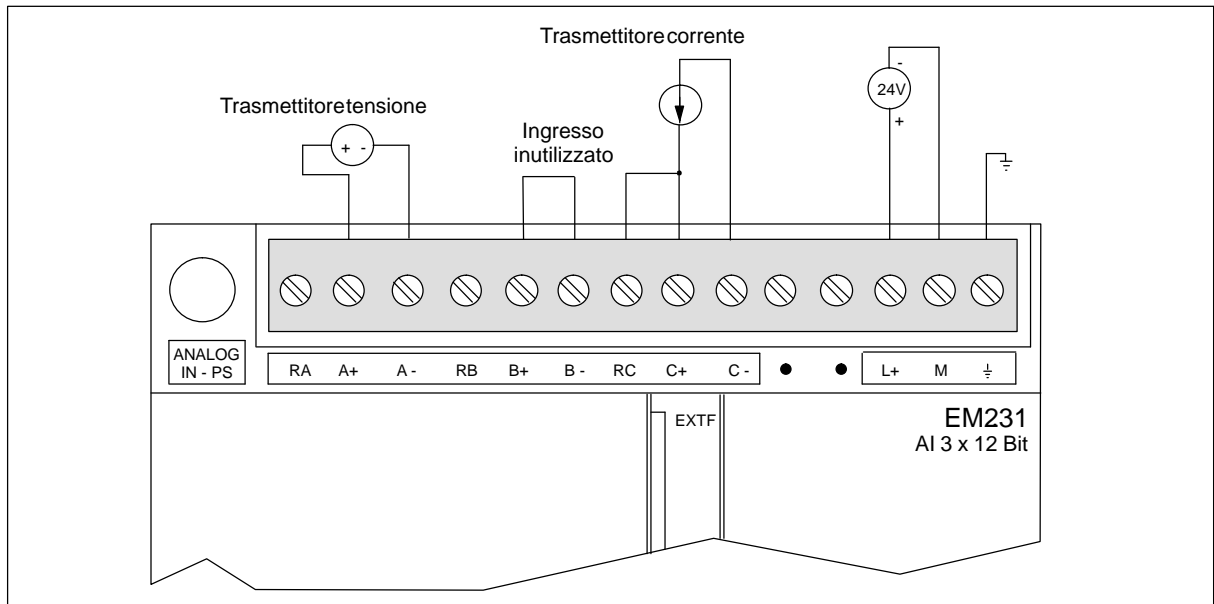

Figura A-33 Identificazione dei collegamenti per l'unità di ampliamento EM 231, 3 ingressi analogici AI x 12 bit
- Superare gli ingressi dei canali inutilizzati, come illustrato alla figura A-33.